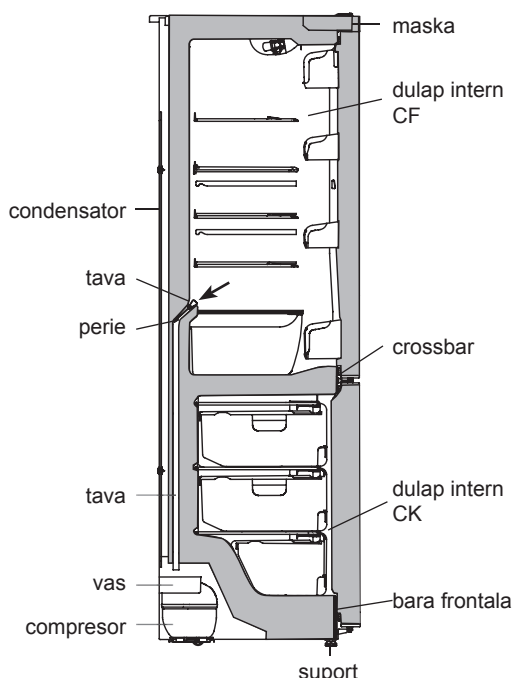

Figura 5 — Schema eliminării apei topite din CF
3.1.1 În CK a frigiderului se utilizează sistemul de dezghețare automată. Chucura, care apare pe camera de evaporator, după închiderea compresorului ce lucreaza ciclic se topește și se transformă în picături de apă. Picăturile de apa topita se scurg în jos si prin gaură în tavă patrund în țeavă navei pe compresor, în conformitate cu figura 5 unde și se evaporă. În gaura tavei este instalata o perie pentru a preveni înfundarea sistemului de evaporare.
- se spalati peria si se instaleaza în conformitate cu figura 5.
SE INTERZICE exploatarea frigiderului cu sistemul de scurgere înfundat. Apa apăruta în partea de jos a camerei frigiderului sau în locul atasamentului placii la dulapul interior al CF în conformitate cu figura 5, poate provoca coroziunea camerei exterioare și a elementelor agregatului frigiderului, a distruge izolarea termica, poate cauza formarea de fisuri a camerei interioare și deteriorarea complete a frigiderului.
ATENȚIE! Nu permiteti scurgerea apei topite din CK la momentul dezgetării și curateniei, deoarece apa patrundind în zona alipirii panoului din fata la dulapul interior al CK în conformitate cu figura 5,6, poate provoca coroziunea dulapului exterior a frigiderului și a elementelor agregatului frigiderului, poate fractura izolarea termica, și a duce la aparitia erupțiilor în dulapul intern și la esirea din functie a dulapului frigiderului.